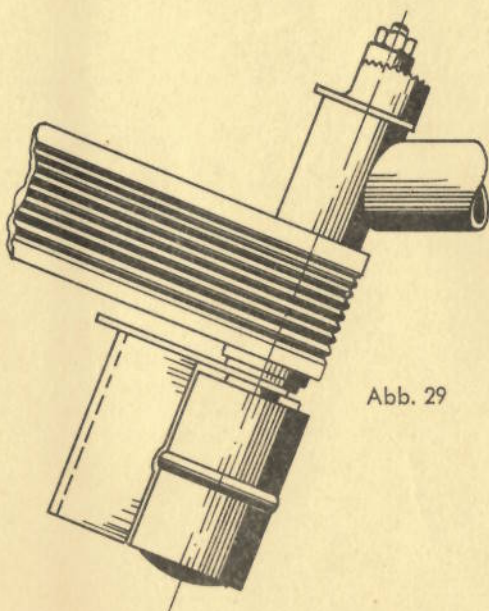

Abb. 29
- a) Durch Ablegen des Gurtes wird die Rolle entspannt (Abb. 29)